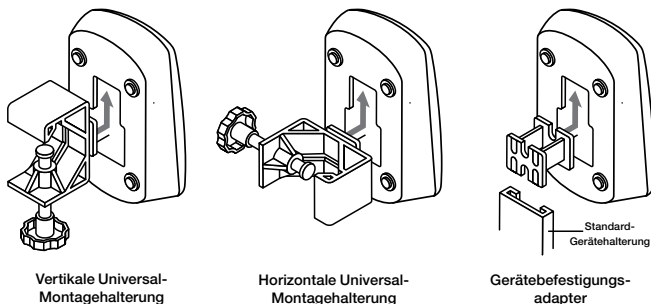

Abbildung 3. Aerogen Pro-X-Steuereinheit und Universal-Montagehalterung – Installationsvarianten
7. Mit der Universal-Montagehalterung kann das Steuermodul in vertikaler oder horizontaler Ausrichtung an einem Infusionsständer oder einer Bettschiene befestigt werden (Abbildung 3).
8. Wenn eine Standard-Gerätehalterung vorhanden ist, kann der Gerätebefestigungsadapter verwendet werden, um die Steuereinheit zu befestigen (Abbildung 3).